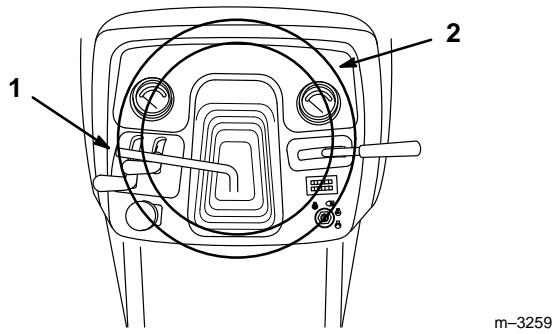

Figure 21
1. Soulever le levier de réglage pour débloquer l'inclinaison du volant (Fig. 21).